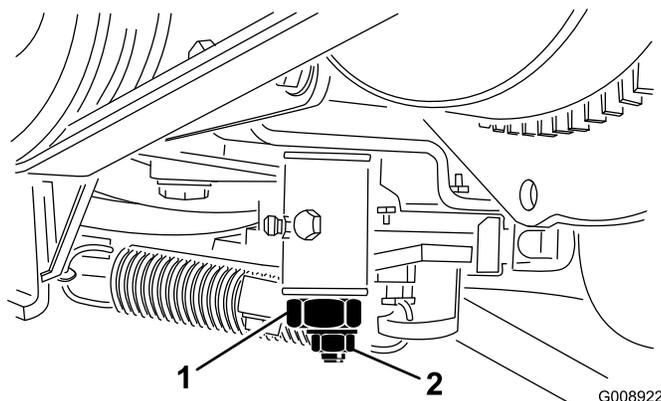

Figura 48
2. Allentate il raccordo del cavo dell'acceleratore sulla leva della pompa di iniezione (Figura 48).